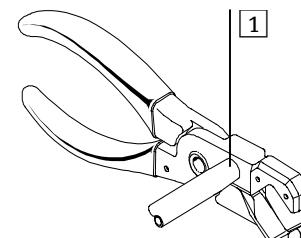

Fig. 2
- Spingere l'estremità del tubo nel foro alesato mediante brevi rotazioni (**[1]** nella Fig. 2). Così facendo, si smussano le estremità del tubo.